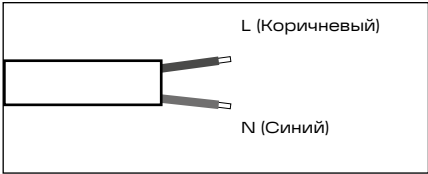

Рис. 5
- Подключите кабель питания с помощью клемм и распределительной коробки к сети питания в соответствии с цветовой схемой на рис. 5.